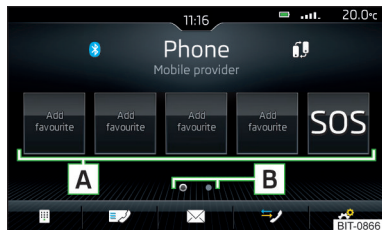

Abb. 153
► Im Hauptmenü *Telefon* die gewünschte freie Funktionsfläche  » Abb. 153 antippen.
► Zum **Wechsel der Speichergruppe** die Funktionsfläche  » Abb. 153 antippen.
► Zur **Wahl** die belegte Funktionsfläche  » Abb. 153 antippen.
► Im Hauptmenü *Telefon* die gewünschte belegte Funktionsfläche  » Abb. 153 halten.